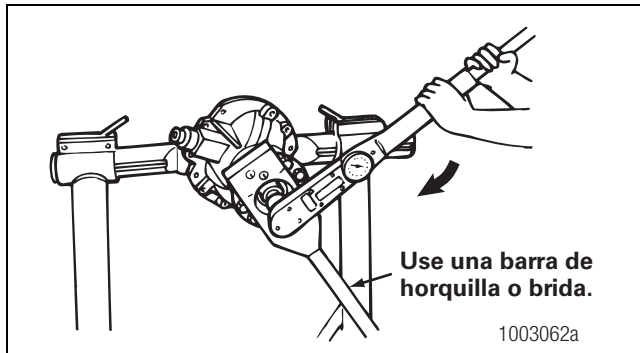

Figura 5.26
6. Coloque la tuerca y arandela del piñón de mando sobre el eje impulsor del piñón y contra el collar de la horquilla. Apriete la tuerca contra el collar de la horquilla según las especificaciones de torsión. Figura 5.26. Consulte la Sección 8.